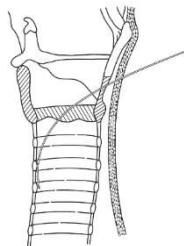

図3
- ④ イントロデューサ針(タイプ1)を使用している場合は、穿刺針は残しシリンジのみを抜去する。イントロデューサ針(タイプ2)を使用している場合は、外套管を残しシリンジと穿刺針を抜去する。
⑤ ガイドワイヤを穿刺針または外套管に挿入し、気管内に数センチ程度進める。
⑥ ガイドワイヤを残し、穿刺針または外套管を抜去する(図3)。